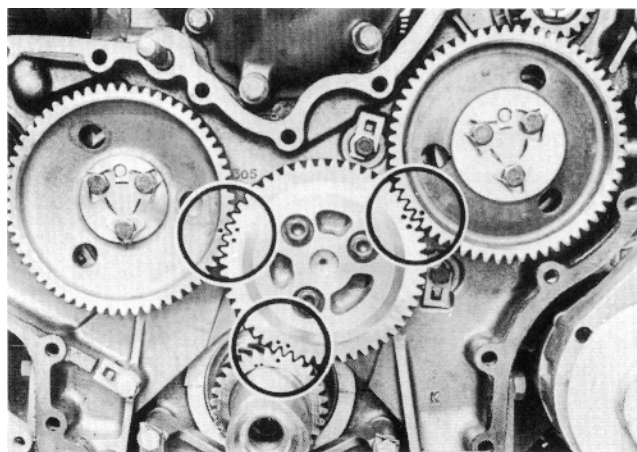
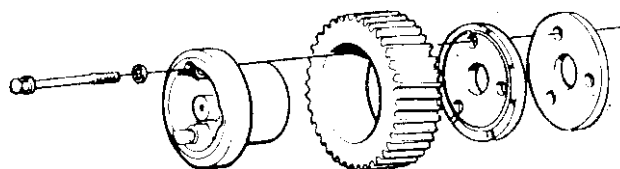

Fig. 74. Transmission, grundinställning
Fig. 75. Mellandrev
Samtliga kugghjul i transmissionen som har betydelse för inställningen är märkta med körslag mitt för kugg resp. kugglucka (fig. 74).
3. Vrid vevaxeln så att 1:ans kolv står i Ö.D. Montera mellandrevet enligt märkning (fig. 74). Lagarskölden och tryckbrickan placeras enl. fig. 75. Åtdragningsmoment 60 Nm (6 kpm). Kontrollera att axialspelet är 0,05-0,15 mm.
4. Kontrollera att styrpinnen är monterad i axeln för insprutningspumpen och montera pumpdrevet. Se till att märkningen överensstämmer med fig. 74.